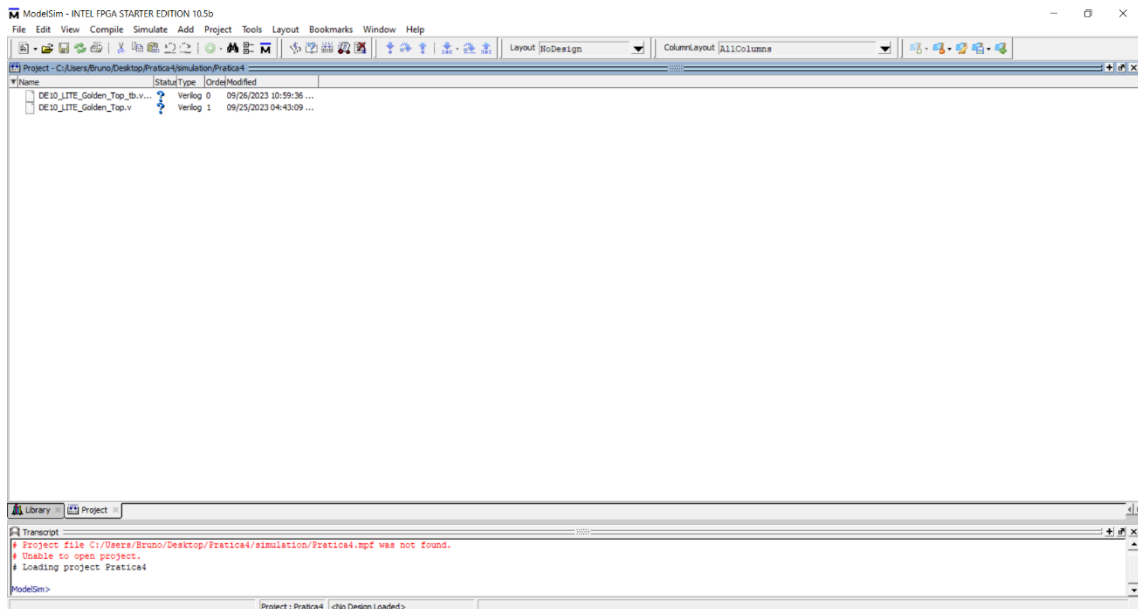

Figura 5: ModelSim - Projeto criado.
- Após o projeto ser criado, o software fica na forma exibida na Figura 5;